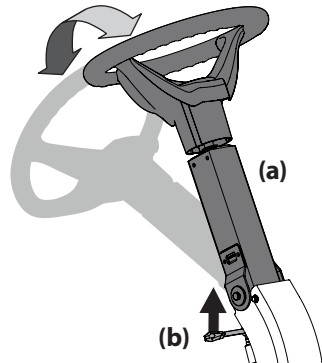

Figure 8
1. Pour faire incliner la colonne du volant de direction (a) vers l'avant, tournez le levier de réglage (b), placez la colonne du volant de direction (a) à la position désirée, puis relâchez le levier de réglage (b) pour fixer la colonne du volant de direction. Voir Figure 8.